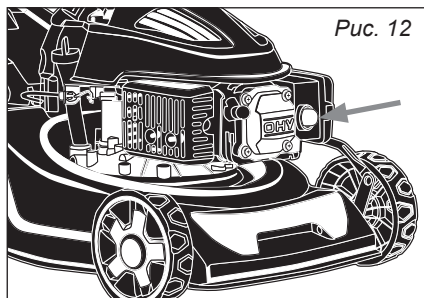

Рис. 13
1. Нажмите 3-4 раза на кнопку подкачки топлива (рис. 13).